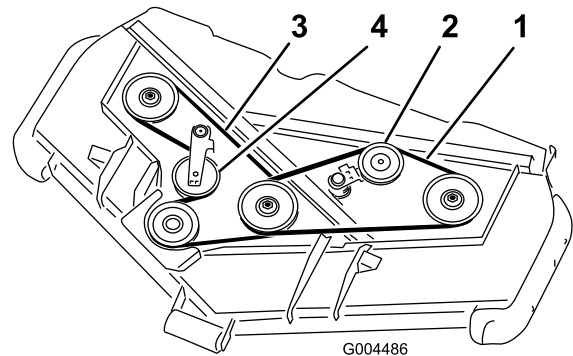

Figura 55
3. Usando una llave de carraca u otra herramienta similar, aleje la polea tensora de la correa superior (Figura 55) de la correa de transmisión superior para aliviar la tensión de la correa y permitir retirar la correa de las poleas.
4. Usando una llave de carraca u otra herramienta similar, aleje la polea tensora de la correa inferior (Figura 55) de la correa de transmisión inferior para aliviar la tensión de la correa y permitir retirar la correa de las poleas.
5. Pase una correa nueva alrededor de la polea de la caja de engranajes, las poleas de eje inferiores y el conjunto de la polea tensora, según se muestra en Figura 55.
6. Pase una correa nueva alrededor de las poleas de eje superiores y el conjunto de la polea tensora, según se muestra en Figura 55.